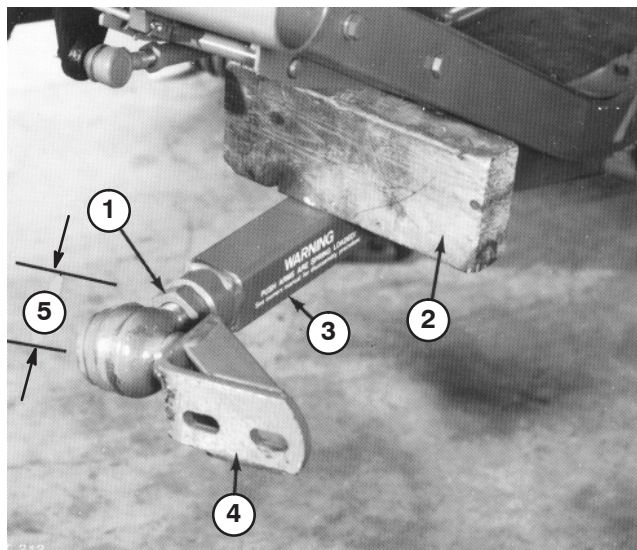

Figure 20
3. Faites-vous aider par une autre personne pour appuyer sur le bras de poussée gauche. Insérez ensuite un bloc de bois de 51 x 102 mm entre le bâti et le haut du bras de poussée (Fig. 20). Vissez la rotule dans le bras de poussée gauche jusqu'à ce que le centre de la rotule se trouve à 60 mm de l'avant du bras de poussée (Fig. 20). Ne serrez pas l'écrou de blocage.